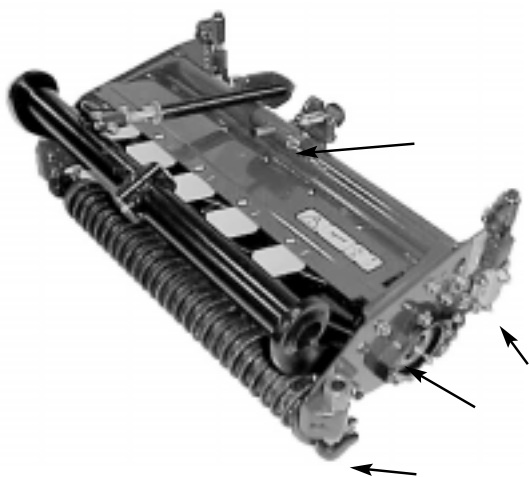

Figure 27
Chaque unité de coupe comporte (7) graisseurs (Fig. 27) qu'il convient de lubrifier régulièrement avec de la graisse universelle au lithium N° 2.